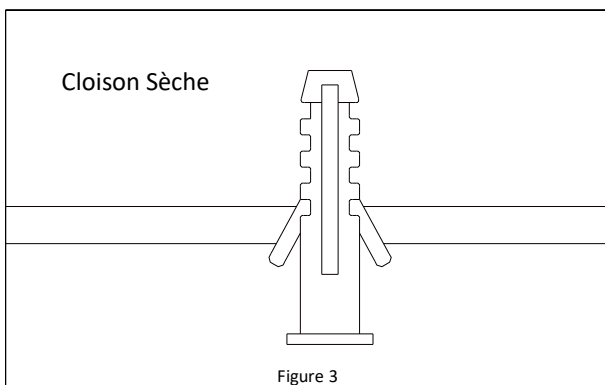

Figure 3
7. Installez les dispositifs d'ancrage muraux fournis dans les avant-trous réalisés à l'étape précédente. **Reportez-vous à la Figure 3.**